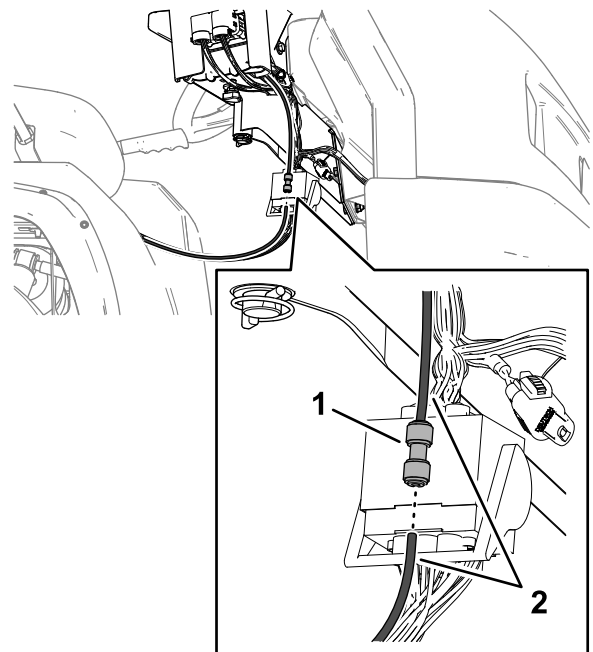

Bild 96
5. Entfernen Sie einen der Druckmessschläuche von der Steckverbindung, wie in Bild 96 dargestellt.